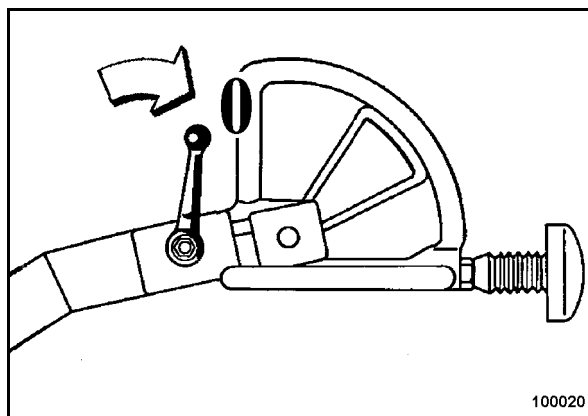

Fig. 20
- Colocar la palanca de vibración (Fig. 20) a posición "0".
- Colocar la palanca reguladora de revoluciones (Fig. 20) a posición "MAX".